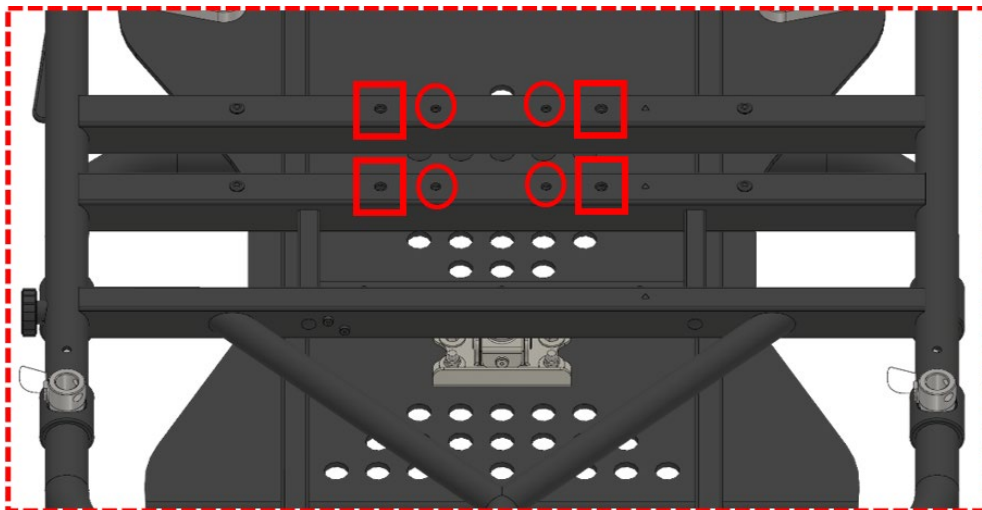

Abbildung 14 Kontrolle der Montagegewinde an der Unterseite
- Vor und nach jeder Installation müssen die **M8- und M10-Montagelöcher** (siehe rote Markierung in Abbildung 14, runde Markierungen sind für die M8, rechteckige Markierungen für M10) sorgfältig überprüft werden, da sie während der Installation des Aufhängezubehörs beschädigt werden können.